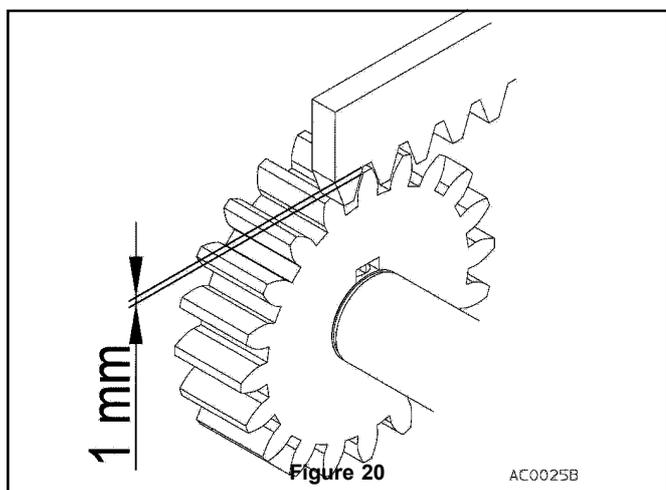

Figure 20
- Vérifier qu'il y a un jeu d'environ 1 mm entre le pignon et la crémaillère (fig. 20) afin d'éviter de forcer le pignon et par conséquent le moto-réducteur.
- Si l'espace entre la crémaillère et le pignon n'est pas respecté (environ 1 mm, fig. 20), dévisser de 2/3 les vis M10 de blocage (fig. 18) et les quatre vis (fig. 15) jusqu'à l'obtention d'un espace suffisant. Si nécessaire, régler l'alignement du pignon par rapport à l'axe de la crémaillère : approcher ou déplacer le moto-réducteur du portail en faisant glisser la plaque d'ancrage (fig. 17).
- Vérifier particulièrement qu'il y a un espace d'environ 1 mm entre le pignon et la crémaillère (fig. 20) afin d'éviter de forcer le pignon et par conséquent le moto-réducteur.